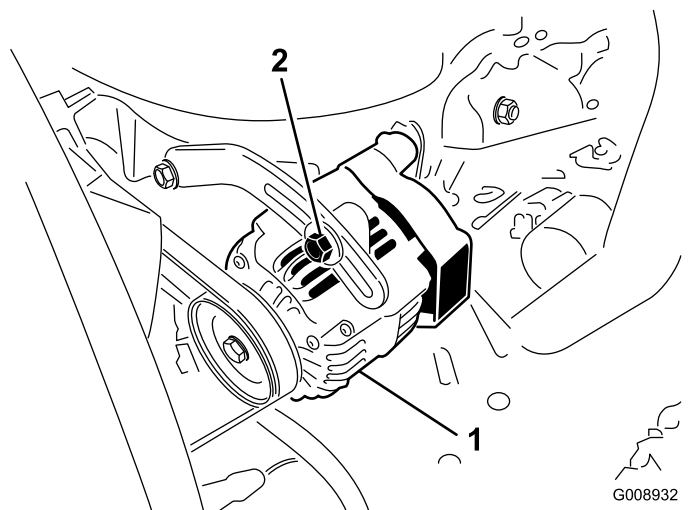

図 53
オアウターネータのベルト 図 53 は100運転時間ごとに点検します。
2. たわみが10 mm 程度でない場合には、オルタネータ取り付けボルト 図 53 をゆるめる。適当な張りに調整してボルトを締める。ベルトのたわみが適切に調整されたことを確認する。